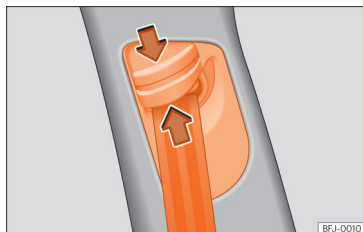

Рис. 30 На середній стійці кузова: механізм регулювання ременя за висотою.
- Натисніть і тримайте виступи на напрямній ременя безпеки >>> **рис. 30.**